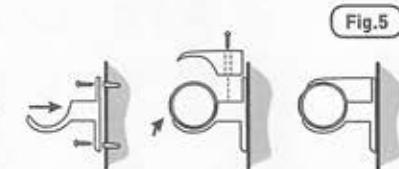

Fig.5
- Une fois qu'un emplacement adapté a été choisi, visser les deux moitiés inférieures des supports au mur [Fig. 5].